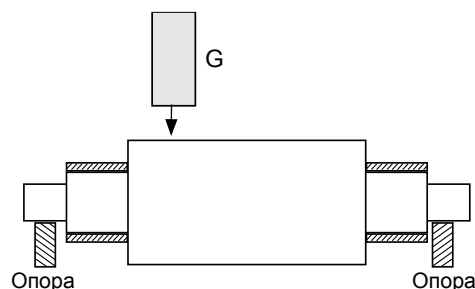

Рис. 3.32
- (4) После того как работы с поверхностью дорожки качения будут закончены, переходите к шлифовке поверхности цилиндра вала (Рис. 3.32).